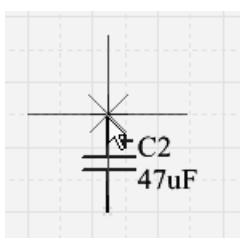

图 2-2-19 绘制导线时十字形指针移到元器件符号引脚端点处
② 将鼠标指针移到 C2 引脚端点处，此时鼠标指针中心的“×”形图标变大且呈红色，如图 2-2-19 所示，单击确定导线的起点。
③ 拖曳十字形指针并在电阻 R8 引脚的左端点处单击，此时仍处于画线状态，将十字形指针移至其他位置可继续绘制其他导线，也可单击鼠标右键退出。